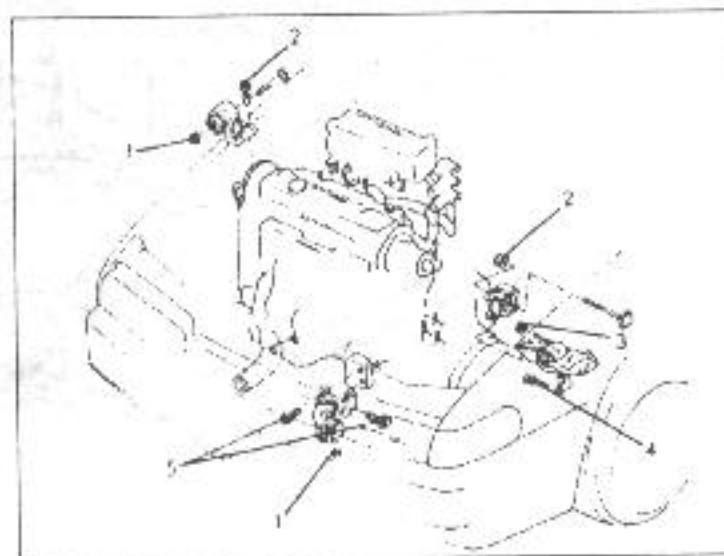

Рис. 12.
- Автомобиль спереди поставить на козлы и отвинтить переднее колесо (24).
- Наконечник поперечной рулевой тяги (25) отделить от рычага поворотного кулака.
- Стабилизатор поперечной устойчивости (26) отделить от подвески переднего колеса.
- Чтобы предотвратить повреждение манжет приводного вала, их нужно обмотать чистой тряпкой. После этого оба приводных вала (28) снять с коробки передач, как это описано в соответствующей главе.
- Шток вилки переключения передач (29) и удлинительную систему тяг и рычагов (30) при снятой ступенчатой коробке передач отвинтить со стороны передачи.
- Отделить трубку выпуска отработанных газов (31) от патрубка.
- Двигатель с помощью подъемника приподнять в моторном отсеке. После этого отвинтить подвеску двигателя (32) от двигателя и коробки передач.
- Подвески двигателя монтировать в соответствии с рис. 12 и запускать с соответствующим начальным пусковым моментом.